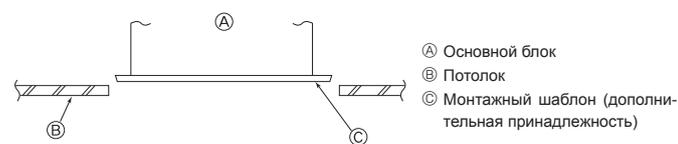

Fig. 2-7
2.6. Подтверждение положения основного блока и натягивание подвесных болтов (Fig. 2-7)